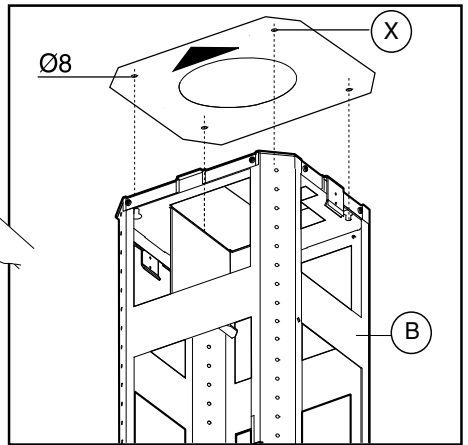

Fig.3
- Placer loftsbeslaget i loftet og sørg for, at pilen vender mod samme side, som apparates kontrolpanel (Fig.3).